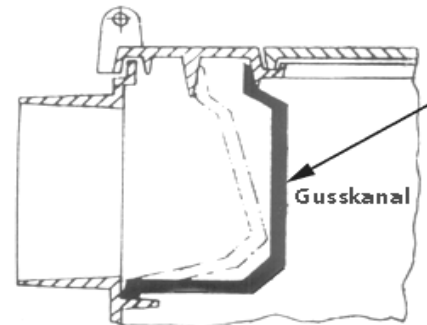

Abbildung 12: Entfernen des Gusskanals
3. Gusskanal (Abb. 12 + 13) nach rechts schieben ca.20mm
Den Gusskanal nun in umgekehrter Reihenfolgen wieder einsetzen. Achten Sie darauf, dass der Gusskanal hinter dem Falz der Öffnung im Abschlussrahmen anliegt (Abb.12). Je nach Betriebsweise und der Art des verwendeten Brennstoffes verschmutzt die Sichtfensterscheibe (nur bei Öfen mit Leuchtfeuer) mehr oder weniger stark, dies ist unvermeidlich. Die Sichtfensterscheibe reinigen Sie am besten mit warmen Wasser und Seife